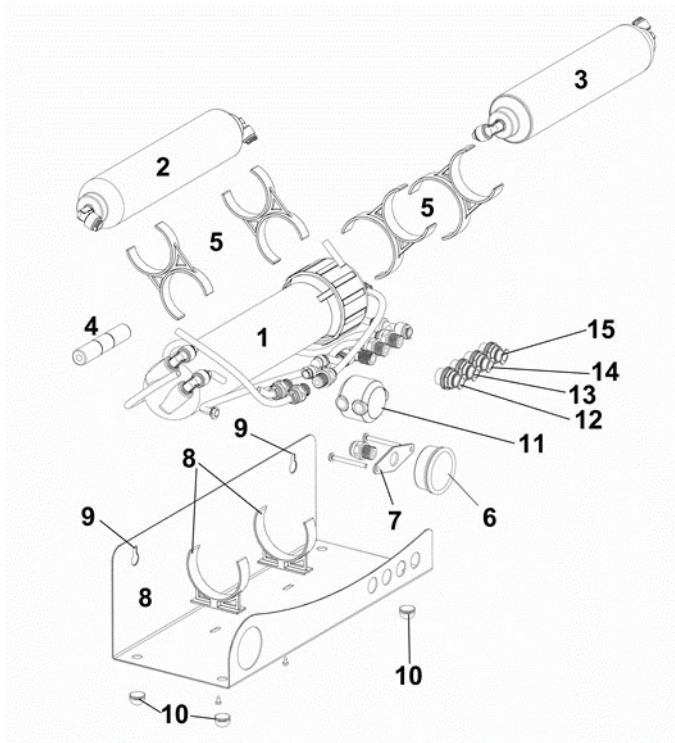
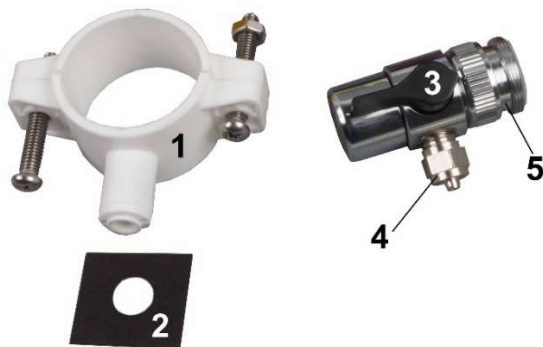

Fig. 1:
Fig. 2:
Nota: prima di mettere in funzione l'unità per la prima volta, sciacquare il filtro a carboni attivi (Fig. 1, N. 3) e quindi fissarlo all'alloggiamento della membrana!
1. Collegare l'attacco del rubinetto a un rubinetto adatto, se necessario è necessario inserire un adattatore [un adattatore (Fig. 2, N. 5) è incluso nella fornitura]. Dal raccordo del rubinetto (Fig. 2, N. 4) si va con un pezzo di tubo flessibile all'ingresso dell'acqua del rubinetto dell'impianto. Con l'aiuto del rubinetto (Fig. 2, N. 3), è possibile passare dall'estrazione dell'acqua del rubinetto al funzionamento del sistema di osmosi.
2. Collegare il tubo dell'acqua di scarico (Fig. 1, N. 14). Utilizzando la fascetta in dotazione (Fig. 2, N. 1), il tubo dell'acqua di scarico può anche essere collegato direttamente a un tubo dell'acqua di scarico adatto. Un pozzo trivellato di ca. Devono essere preventivamente praticati 5 mm nel tubo. La guarnizione quadrata (Fig. 2, N. 2) deve essere posizionata tra il morsetto e il foro. Tuttavia, al fine di ridurre il rischio di ricontaminazione batterica, si consiglia di non collegare il tubo dell'acqua di scarico al tubo dell'acqua di scarico, ma piuttosto di farlo gocciolare nello scarico.
3. Collegare il serbatoio di accumulo per l'acqua di osmosi (Fig. 1, N. 13).
4. Un rubinetto dell'acqua per impianti ad osmosi (non compreso nella fornitura) può essere collegato alla seconda uscita dell'acqua di osmosi (Fig. 1, N. 15), a condizione che sia presente un serbatoio a pressione (non compreso nella fornitura) alla prima uscita (Fig. 1, N. 13) si trova.
La easy line professional dispone di una valvola di intercettazione (Fig. 1, N. 11) che si attiva in caso di contropressione, ad es. mediante una valvola a galleggiante di chiusura o un serbatoio a pressione di osmosi, interrompe l'alimentazione dell'acqua.